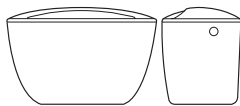

Рис.7
- с верхним пуском с боковой подводкой низкий (рис. 7).